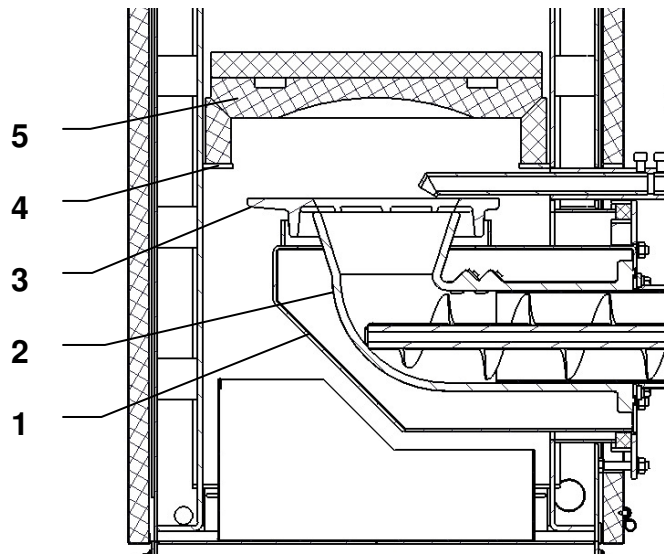

Fig. 8 Profil af fyrets brændkammer
d) tjek luftblanderens tæthed (se fig. 8)
- blæseren og luftblanderen (1)
- risten (3) og luftblanderen (1). Hvis De konstaterer utætheder, skal risten tages op, berøringsfladerne rengøres for gammelt kedelkit, de påføres en passende mængde nyt kit (kedelkit med varmebestandighed op til 1200 °C) og risten sættes igen på plads i luftblanderen. Kontrollen gentages.
e) den keramiske reflektor (5) placeres i brændkammeret over brænderen efter fig. 8, dvs. den lægges oven på en bæreramme (4) i fyrcassen og skubbes helt ind til brændkammerets bagside.